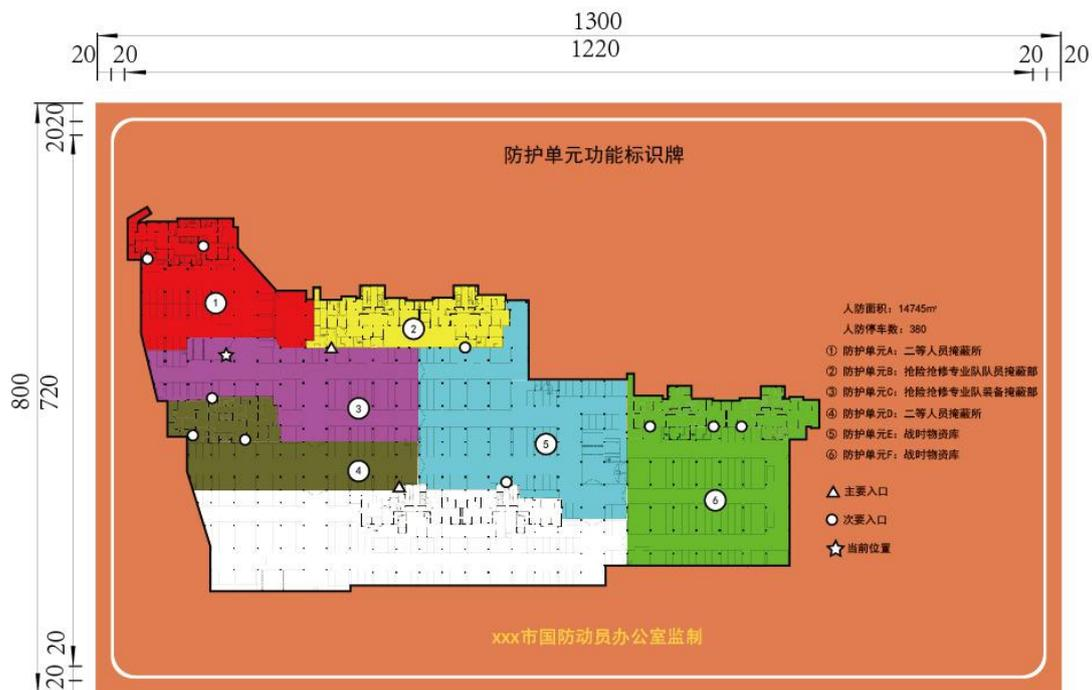

图 3-19 标识样式及尺寸示例
3.16 防护单元功能标识牌。防护单元功能标识牌是在《××××人防工程示意图》标识牌的基础上，采用五角星图标☆和文字“当前位置”在《××××人防工程示意图》标识牌上标注当前位置。让民众知道人防工程布置情况和当前所在位置，便于疏散掩蔽。标识样式及尺寸示例见图 3-19。